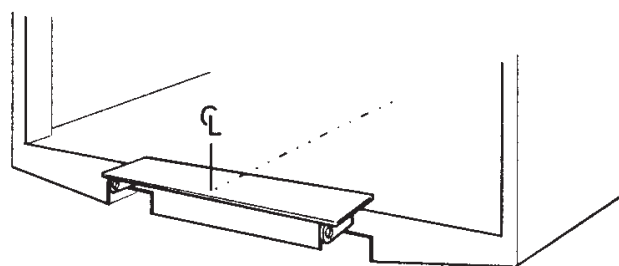

Bild 27. Skruva eller punktsvetsa monteringsjiggen vid bakbalken
2. Skruva eller punktsvetsa monteringsjiggen (art. nr. 78183TL) vid bakbalken, så att resp. mittpunkt sammanfaller Se Bild 27.